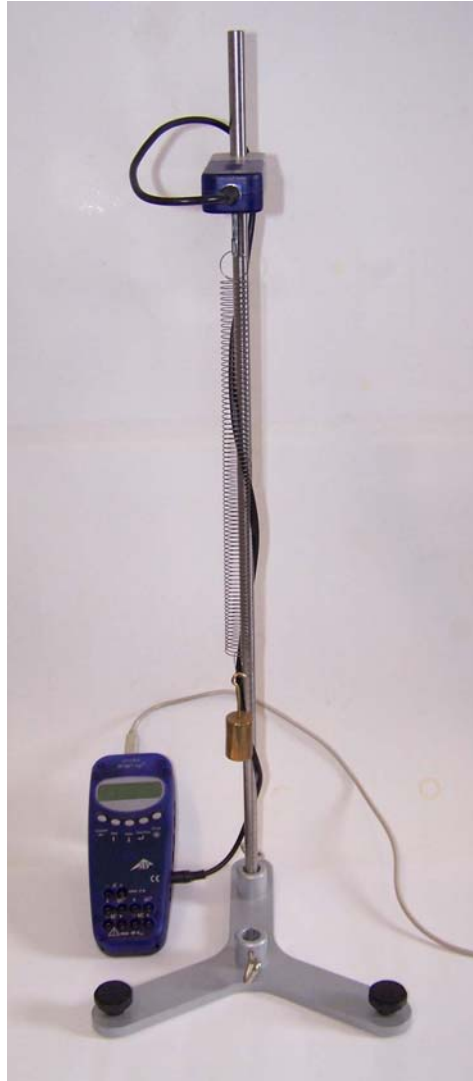

Fig. 1 Medição das oscilações num sistema fraco-baixo de mola-peso
- Montagem da experiência segundo Fig. 1.
- Colocar o cabo de conexão do sensor de força \pm 50 N como mostrado na Fig. 1 sobre o sensor e entrelaçar em volta da vara de apoio.